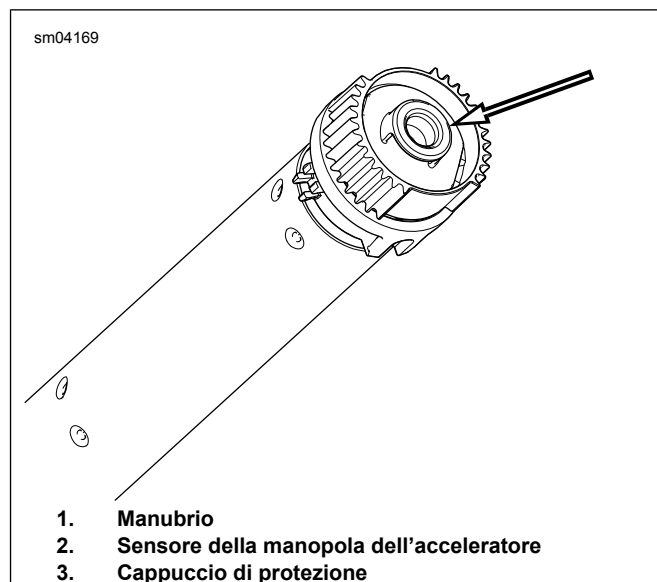

Figura 4. Rimuovere il cappuccio di protezione
- Vedere Figura 4 Inserire la lama di un piccolo cacciavite o di altro utensile a lama piatta nell'area piatta su un lato del cappuccio di protezione.